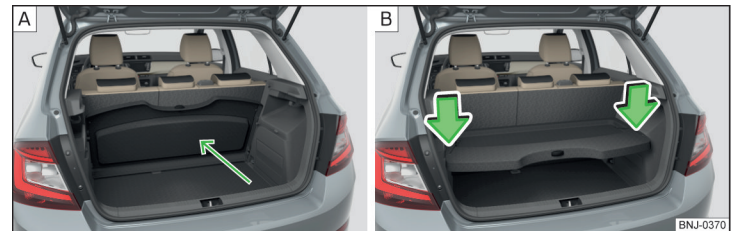

Abb. 108 Gepäckraumabdeckung: hinter den Rücksitzlehnen / in der unteren Position verstaut
Die Abdeckung kann aus dem Fahrzeug herausgenommen ggf. in zwei Positionen verstaut werden » Abb. 108 auf Seite 87.
Die Gepäckraumabdeckung kann hinter den Rücksitzlehnen » Abb. 108 - **A** oder in der unteren Position » Abb. 108 - **B** verstaut werden.
- Auf die Oberseite der Abdeckung in Pfeilrichtung drücken » Abb. 108 - **B**.